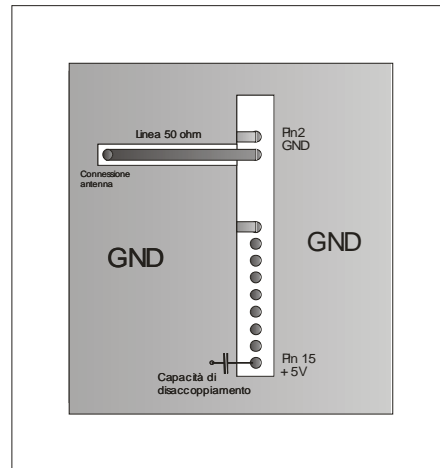

Fig. 2 – Layout consigliato scheda host RX-4MHCS-SE
- Deve circondare al meglio la zona di saldatura del ricevitore. Il circuito deve essere realizzato in doppia faccia, con collegamenti passanti sui piani di massa ogni 15 mm circa. Vedi fig.2